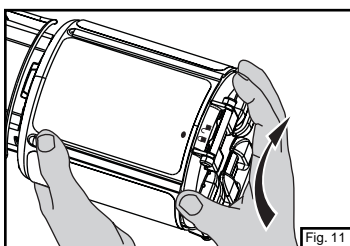

Fig. 11
- ⇒ Deslice los estuches a la misma vez y gírelos hasta que el símbolo de punto "●" sobre el estuche superior para cargar quede alineado con el símbolo de cerrado "🔒". (Fig. 11)